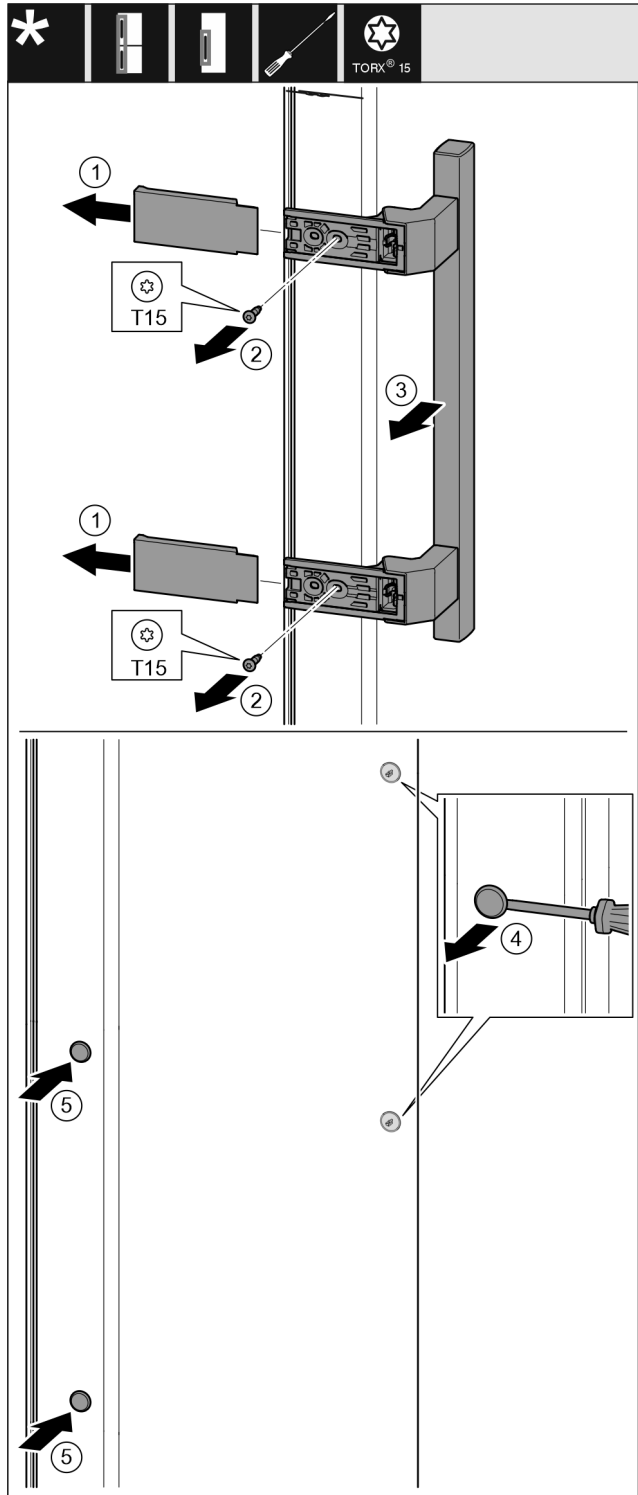

Fig. 14
- Hiqni kapakun mbulues. Fig. 14 (1)
- Lironi vidat me një kaçavidë Torx 15. Fig. 14 (2)
- Hiqni dorezën. Fig. 14 (3)
- Ngrini lart me kujdes tapat anësore me një kaçavidë me kokë petë dhe nxirrini jashtë. Fig. 14 (4)
- Vendosni sërish tapat në anën tjetër. Fig. 14 (5)